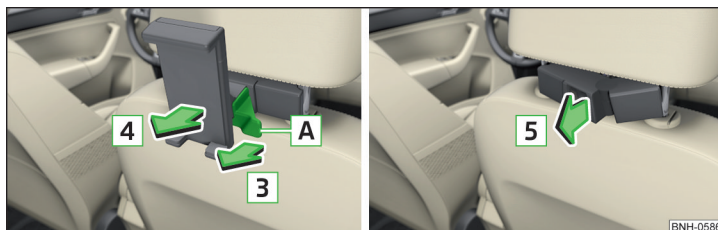

Fig. 102 Retirar: Soporte / adaptador
- Para **retirar**, tirar en el cinturón de seguridad **A** en el sentido de la flecha **3** y tomar el soporte del adaptador en el sentido de la flecha **4** » fig. 102.